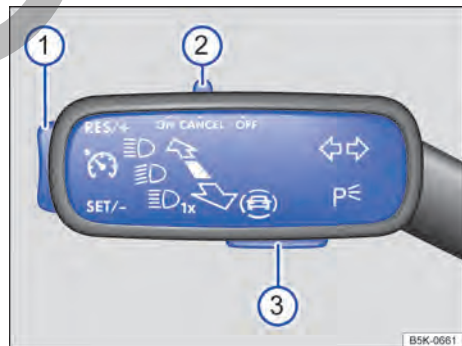

Fig. 146 En el lado izquierdo de la columna de dirección: mando y teclas para manejar el regulador de velocidad.
— Desplace el mando → fig. 146 ② a la posición **ON**.
- Durante la marcha, pulse la tecla → fig. 146 ① por la zona **SET/-**.
Mientras el GRA regula, se puede ajustar la velocidad guardada con la tecla → fig. 146 ①:
Mantenga presionada la tecla → fig. 146 ① para modificar ininterrumpidamente la velocidad guardada. El vehículo adapta la velocidad actual acelerando o dejando de acelerar. El vehículo no frena de forma activa.
- Desplace el mando → fig. 146 ② a la posición **CANCEL** o pise el pedal del freno.
- Pulse la tecla → fig. 146 ① por la zona **RES/+**.
- Desplace el mando → fig. 146 ② a la posición **OFF**.
1. Pulse la tecla → fig. 146 ③.